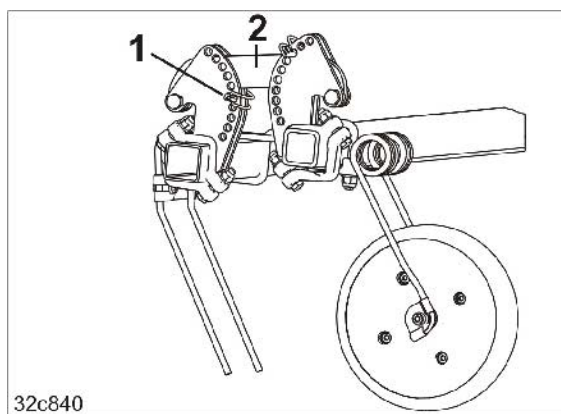

Рис. 175
1. Регулировка зубьев-загортачей осуществляется путем установки трубного фиксатора (Рис. 175/1) ниже рычага (Рис. 175/2) в одно и то же отверстие каждого сегмента.